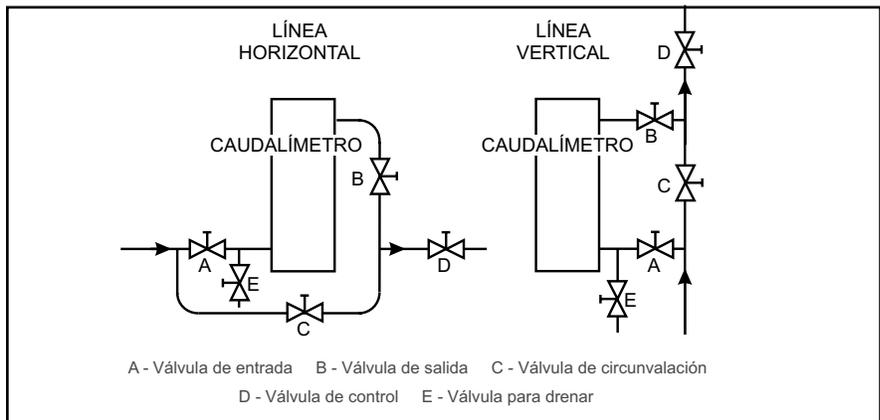

Figura 2-1 Una instalación típica
- E. La instalación de un tubo de circunvalación es recomendada, consulte Figura 2-1. Un tubo de circunvalación permite aislar el instrumento del flujo para servicios y limpieza.